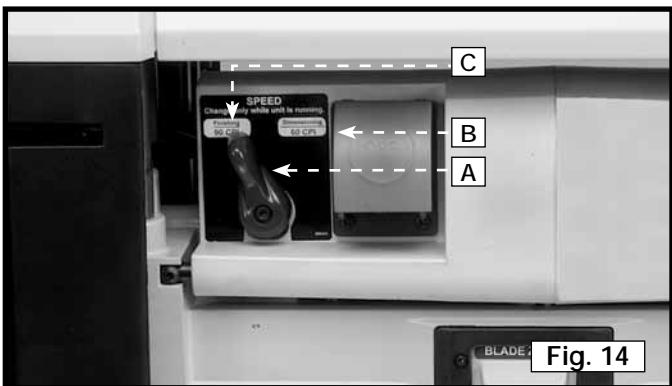

Fig. 14
1. Le modèle 22-580 est une raboteuse à deux vitesses. Le bouton de commande de vitesses (A) est illustré à la fig. 14.
2. Utiliser la vitesse « Calibrage » (B) fig. 14 à 60 coupes par pouce pour dimensionner la planche.
3. Utiliser la vitesse « Finition » (C) fig. 14 à 90 coupes par pouce pour la finition de votre pièce.